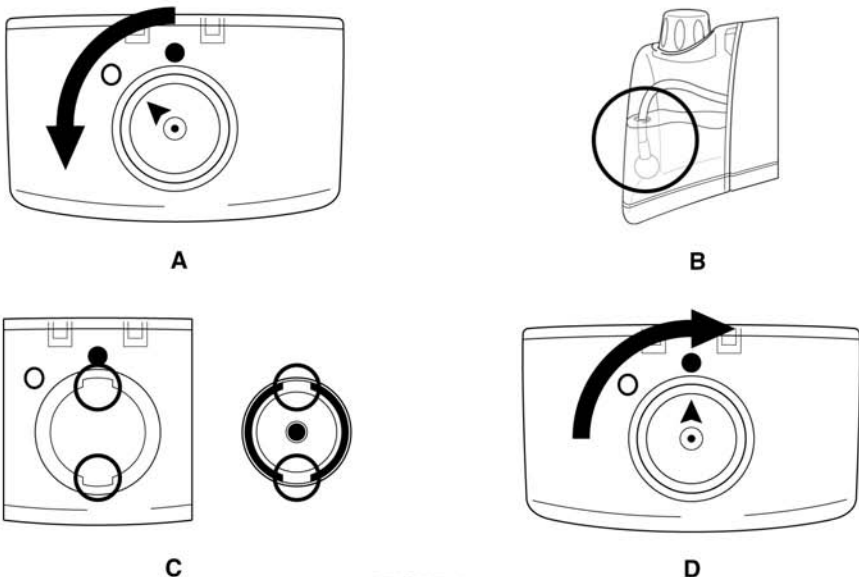

FIGURA 5
1. Quite la Tapa del Depósito de Agua por girarlo en la dirección contraria a las manecillas, para que la flecha en la parte superior de la tapa dirige hacia el gráfico del círculo abierto en el Depósito de Agua (FIGURA 5-A). Quite la tapa cuando le siente suelta.
2. Llene el Depósito de Agua con agua. La manera mas sencilla de hacer esto es llenarlo directamente de el grifo. Puede usar cualquier cantidad de agua, con tal de que la bomba esté sumergido (FIGURA 5-B). Sin embargo, para alcanzar el tiempo máximo de vaporizar de un solo llenado, es necesario que llene completamente el Depósito de Agua (aproximadamente 10 oz/ 295 ml.).
3. Un vez que haya llenado el Depósito de Agua, reemplace la Tapa del Depósito de Agua. Alinee las lengüetas en la parte inferior de la tapa con los agujeros alrededor del borde del agujero de llenar (FIGURA 5-C). Meta la tapa, entonces gírela en la dirección de las manecillas para que la flecha en la parte superior dirige hacia el gráfico del círculo llenado en el Depósito de Agua (FIGURA 5-D).